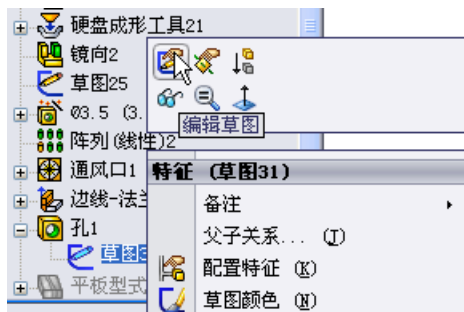
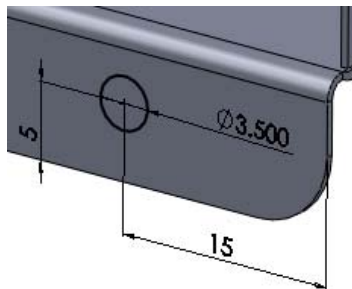

图 10-231 选择“编辑草图”命令
图 10-232 标注智能尺寸
(35) 编辑简单直孔的位置。在生成简单直孔时，有可能孔位置并不是很合适，这样就需要重新进行定位。在 FeatureManager 设计树中右击“孔 1”，如图 10-231 所示，在弹出的菜单中单击（编辑草图）按钮，进入草图编辑状态，标注智能尺寸如图 10-232 所示，单击（退出草图）按钮。